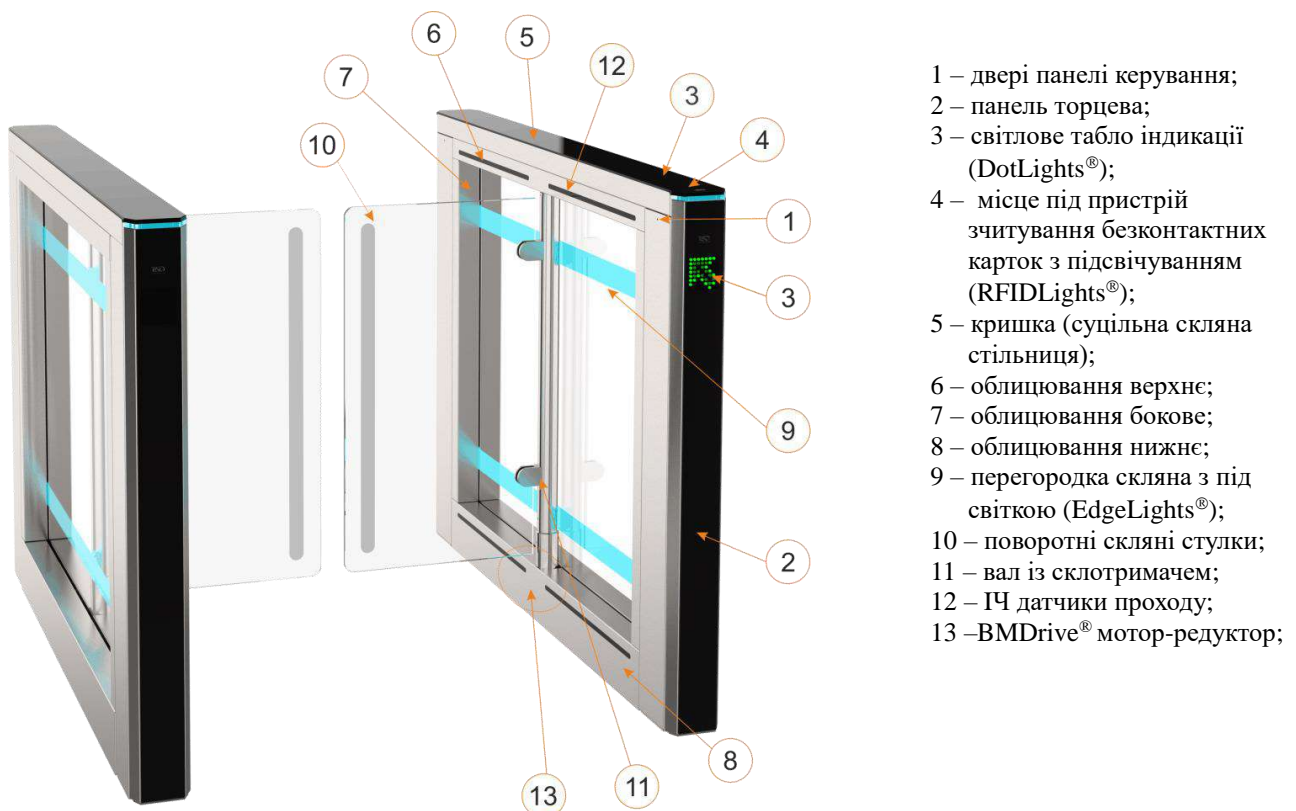

Рис. 4 – Конструкція турнікету «SWEEPER-S-BM-1» однопрохідного Т3.KCD.XD
1.4.1 Конструкція турнікету (див. Рис.4)